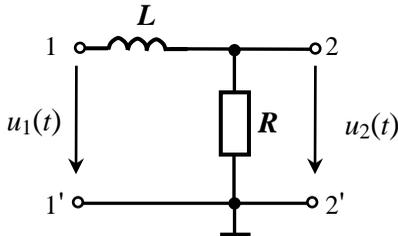

Рис. 4.5
2.1. Для наблюдения осциллограммы напряжения на резисторе  $R$  в RL–цепи входные и выходные зажимы выбрать, как показано на рис. 4.5, переключателем установить величину резистора  $R = 1$  кОм. Зарисовать осциллограмму напряжения на резисторе  $R$  и определить постоянную времени цепи. Сопоставить результаты с расчетными.